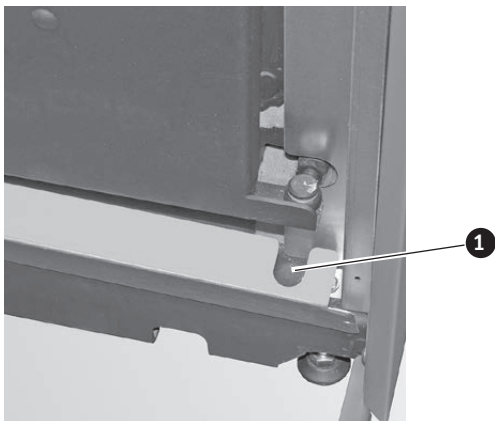
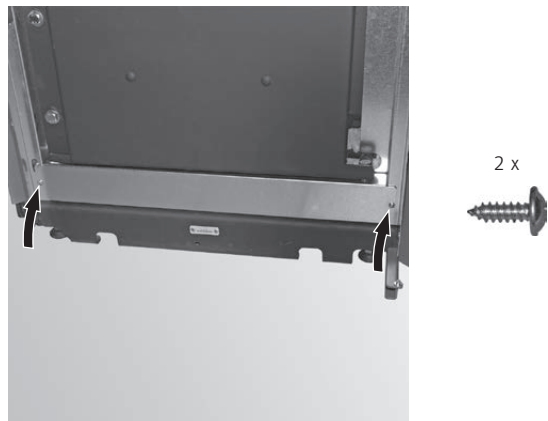

Fig. 76 Ausklinkung muss bei Türlager sein
Fig. 77 Verkleidung montieren
- ▶ Verkleidung unter der Ascheraumtür (nur bei PuroWIN PW 24-60), Ausklinkung oben muss bei Türlager sein (Fig. 76) mit 2 Blechschrauben montieren – Fig. 77.